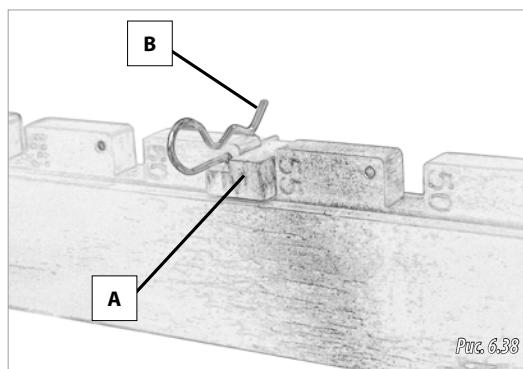

Рис. 6.38
Регулировка расстояния между высевающими секциями выполняется с помощью ограничителей открывания (А, рис. 6.38) на регулировочных планках следующим образом:
- 1- Вынуть шплинт (В, рис. 6.38).
- 2- Затем вынуть ограничитель открывания з паза регулировочной планки (А, рис. 6.38).